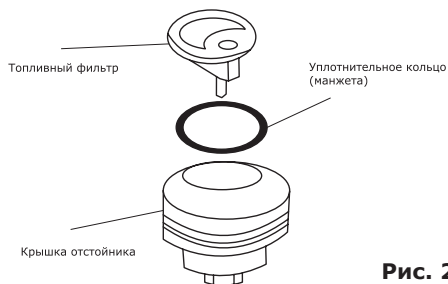

Рис. 27
- Очистите или продуйте сжатым воздухом и установите обратно фильтр и манжету (рис. 27);